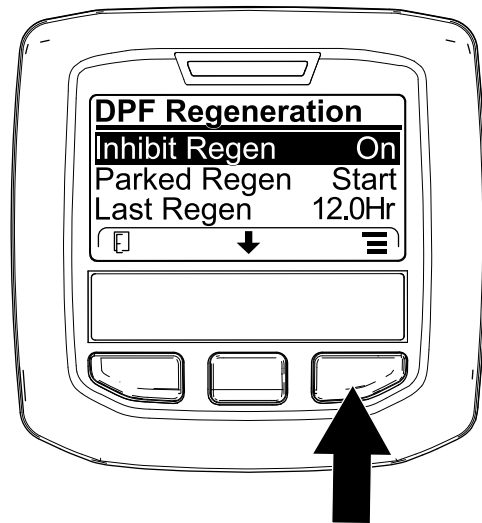

Figura 47
1. Acceda al menú DPF Regeneration (Regeneración de DPF), pulse el botón central para desplazarse hacia abajo, hasta la opción INHIBIT REGEN (Inhibir regeneración) y pulse el botón derecho para seleccionar la opción Inhibit Regen (Figura 47).
2. Pulse el botón derecho para cambiar el ajuste de inhibición de regeneración de Activado a Desactivado (Figura 47) o viceversa (Figura 48).